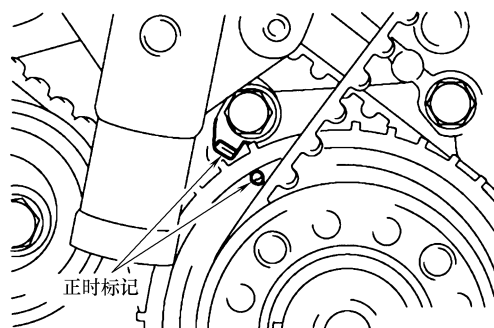

图 28-44 凸轮轴链轮上的正时标记与前壳体上的正时标记对齐
- 2) 如图 28-44 所示, 将凸轮轴链轮上的正时标记与前壳体上的正时标记对齐。